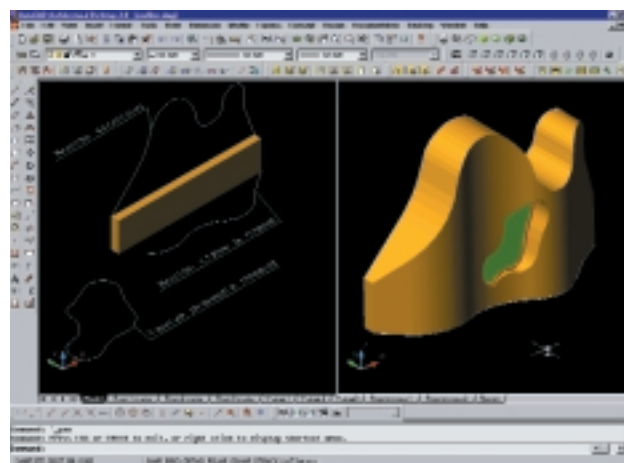

Рис. 2
- формирование произвольной формы стены как в плане, так и в фронте с произвольной формой оконных и дверных проемов. Необходимо всего лишь отрисовать соответствующие этим формам полилинии, и с помощью инструментов редактирования стена примет заданные очертания. В такие "кривые" стены, точно так же, как в стандартные, легко вставляются оконные и дверные проемы (если необходимо, тоже произвольной формы). На редактирование стены, показанной на рис. 2, ушло не больше двух минут. Взаимные пересечения и сопряжение сложных по форме стен обрабатываются автоматически;